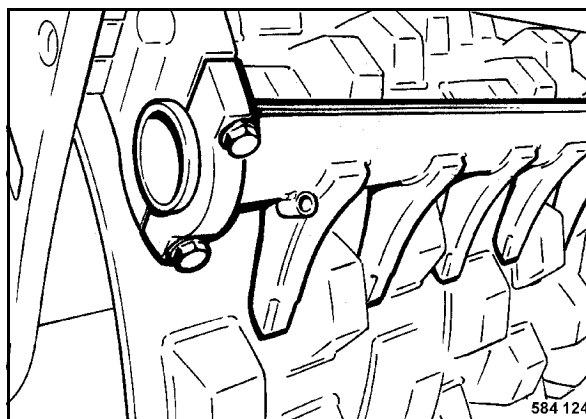

Fig. 221
- Comprobar el ajuste y el estado del rascador (Fig. 221) y reajustarlo o cambiar los dientes, si fuese preciso.